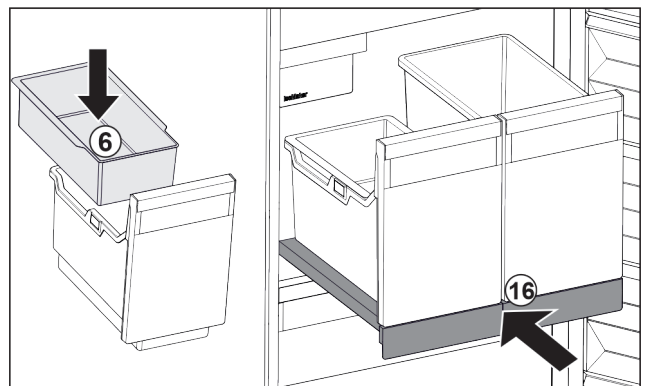

Fig. 32
- ▶ Вставьте навесной лоток Fig. 32 (6) для кубиков льда.
- ▶ Вставьте выдвижную панель с контейнером (IceTower). Fig. 32 (16)